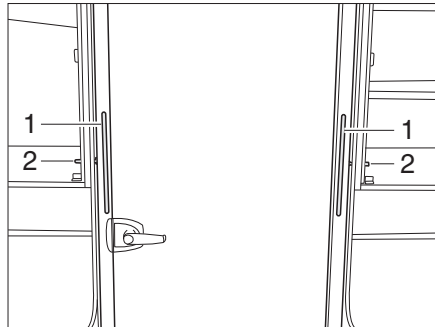
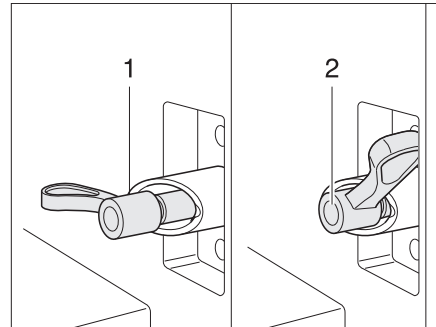

Fig. 237 Cuarto de aseo, introducido
Fig. 238 Bloqueo del cuarto de aseo
- Abrir las puertas del armario ropero de ambos lados del cuarto de aseo (Fig. 237).
- De ambos lados, girar el pestillo con muelle (Fig. 237,2) media vuelta. El ala de la palanca de bloqueo deberá encontrarse en la posición más alta del casquillo achaflando (Fig. 238,1).
- Extraer el cuarto de aseo tirando de los tiradores (Fig. 237,1) hasta el tope sin ladearlo.
- Girar el pestillo con muelle de cada lado media vuelta de regreso y dejar que engatille (Fig. 238,2).
- Introducir el cuarto de aseo tirando de los tiradores (Fig. 237,1) hasta el tope sin ladearlo.